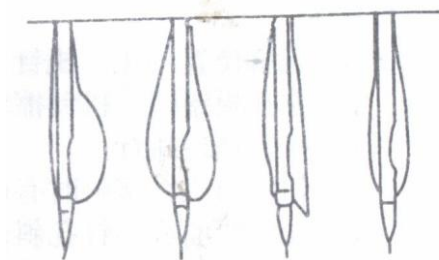

Рис.9
Регулировка высоты верхней нити (5): когда игловодитель находится в самом нижнем положении, нить должна быть прямой, но не слишком натянутой. Петля должна быть устойчива и предотвращать пропуск стежков . При перемещении игловодителя вверх нить должна образовывать петлю (рис. 9.)